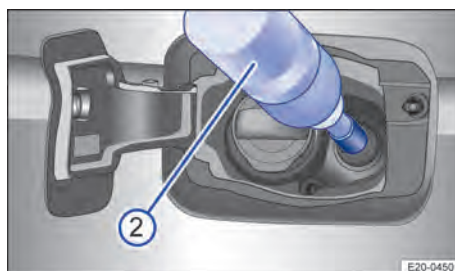

Abb. 166 AdBlue tanken mit der Nachfüllflasche.
2. Nachfüllflasche auf den AdBlue®-Einfüllstutzen setzen und Nachfüllflasche handfest andrehen → Abb. 166.
4. Nachfüllflasche in Richtung Tankeinfüllstutzen drücken und Nachfüllflasche in dieser Position halten → Abb. 166 ②.
6. Der AdBlue®-Tank ist voll, sobald kein AdBlue® mehr aus der Nachfüllflasche fließt → ①.